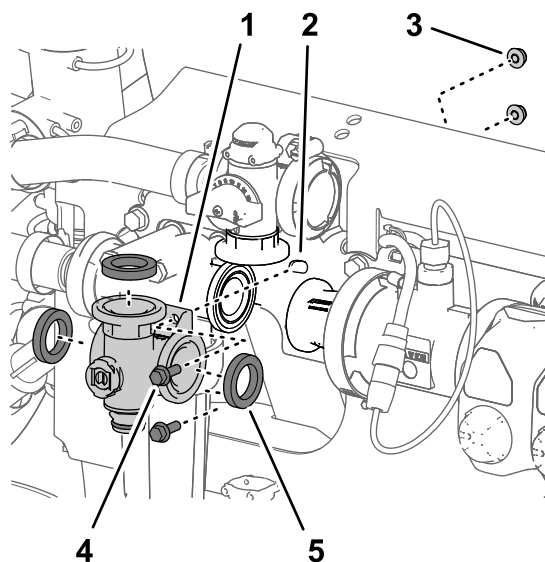

Bild 119
- Entfernen Sie die zwei Bundkopfschrauben ($\frac{1}{4}" \times \frac{3}{4}"$) und die zwei Sicherungsbundmutter ($\frac{1}{4}"$), mit denen der Rührwerkventilverteiler an der Ventilstütze befestigt ist (Bild 119).
- Nehmen Sie den Rührwerkventilverteiler und die Dichtungen von der Maschine ab (Bild 119).